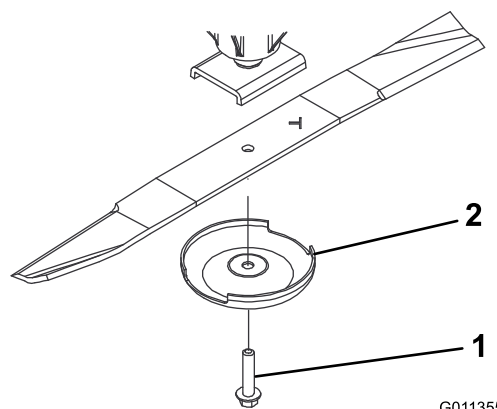

Рисунок 126
3. Снимите болт ножа, защитный колпак и нож с вала шпинделя (Рисунок 126).